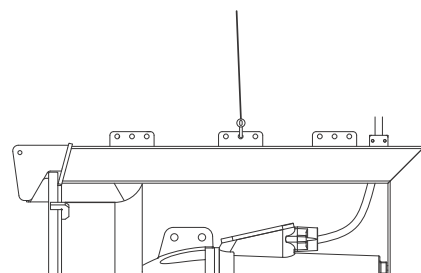

Рис. 10 Фиксация подъемного троса на рейке насоса
14. Закрепить подъемный трос (поз. 15) на рейке насоса с помощью скобы. См. рис. 10.